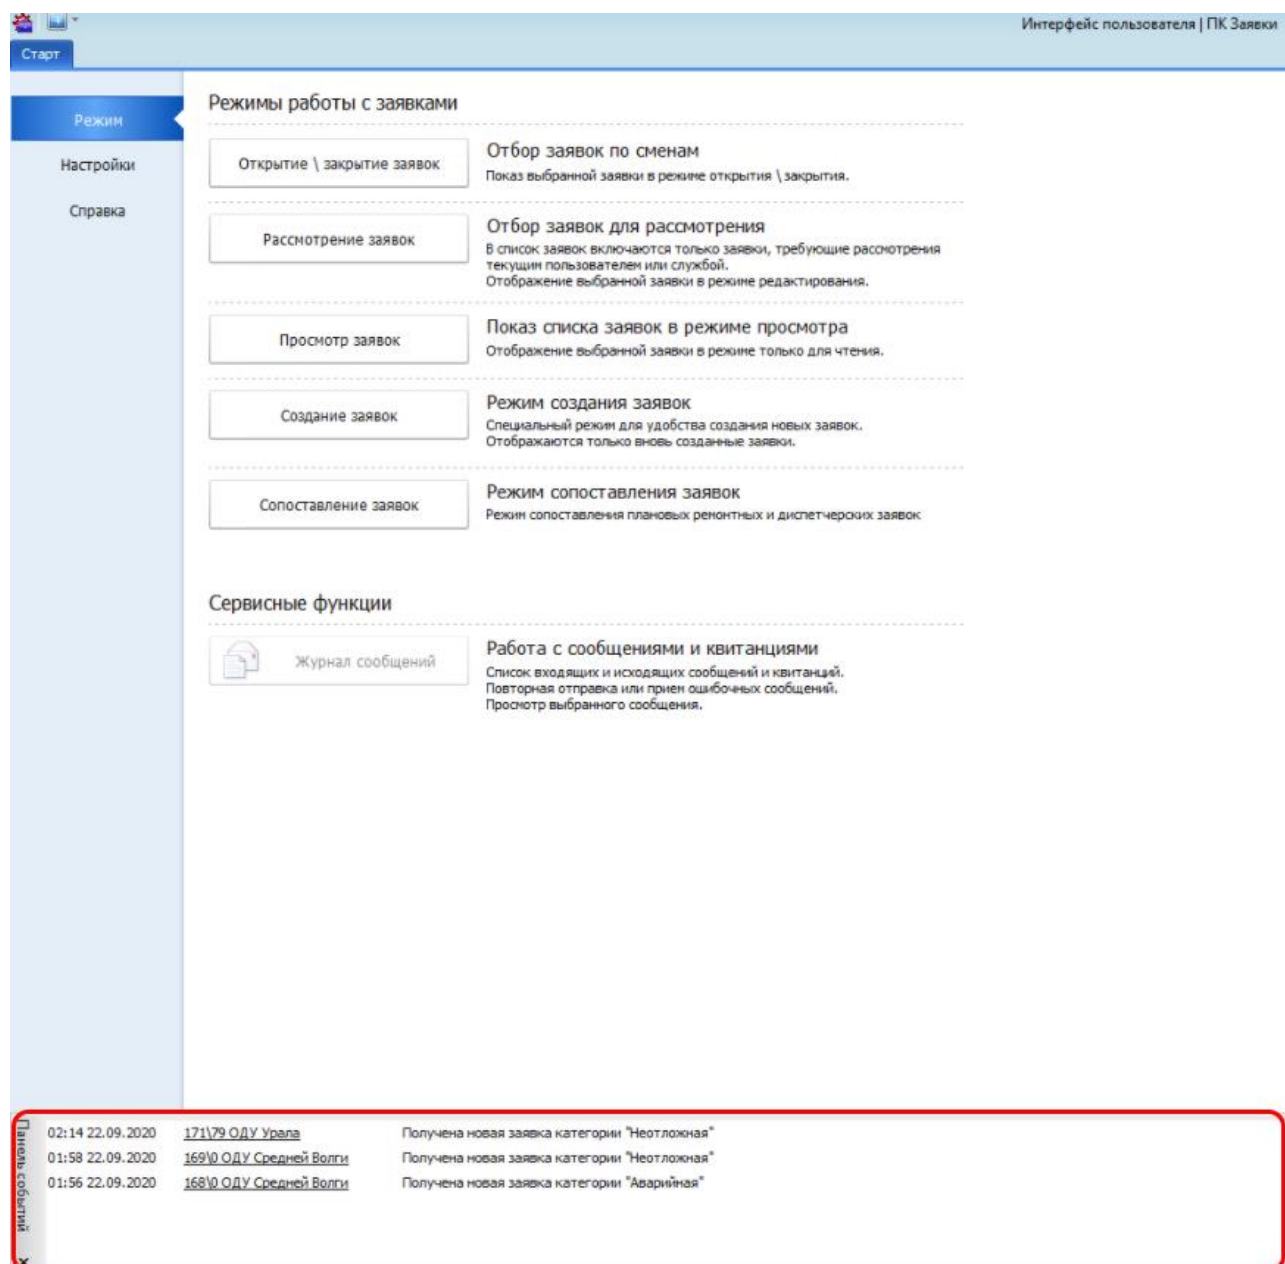

Рисунок 16.26 – Отображение сообщений о получении заявок определенных категорий
- «Оповещать о получении новых заявок на предприятиях следующих категорий». Настраивается список категорий заявок, появление которых в списке будет сопровождаться сообщением на панели «Панель событий» (Рисунок 16.26). Для